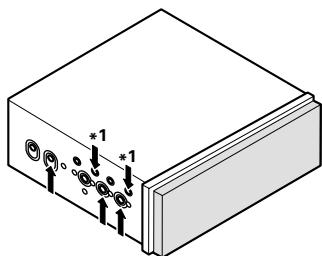
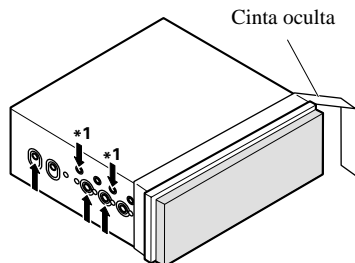
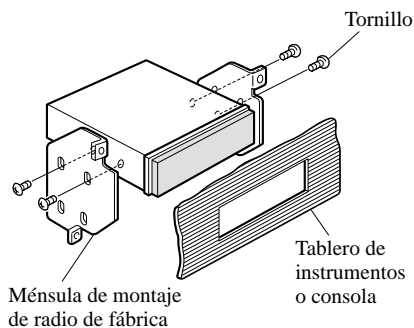

Fig. 13
Fig. 14
Fig. 15
- Fijación de este producto a la ménsula de montaje de radio de fábrica. (Fig. 13) (Fig. 14) (Fig. 15)